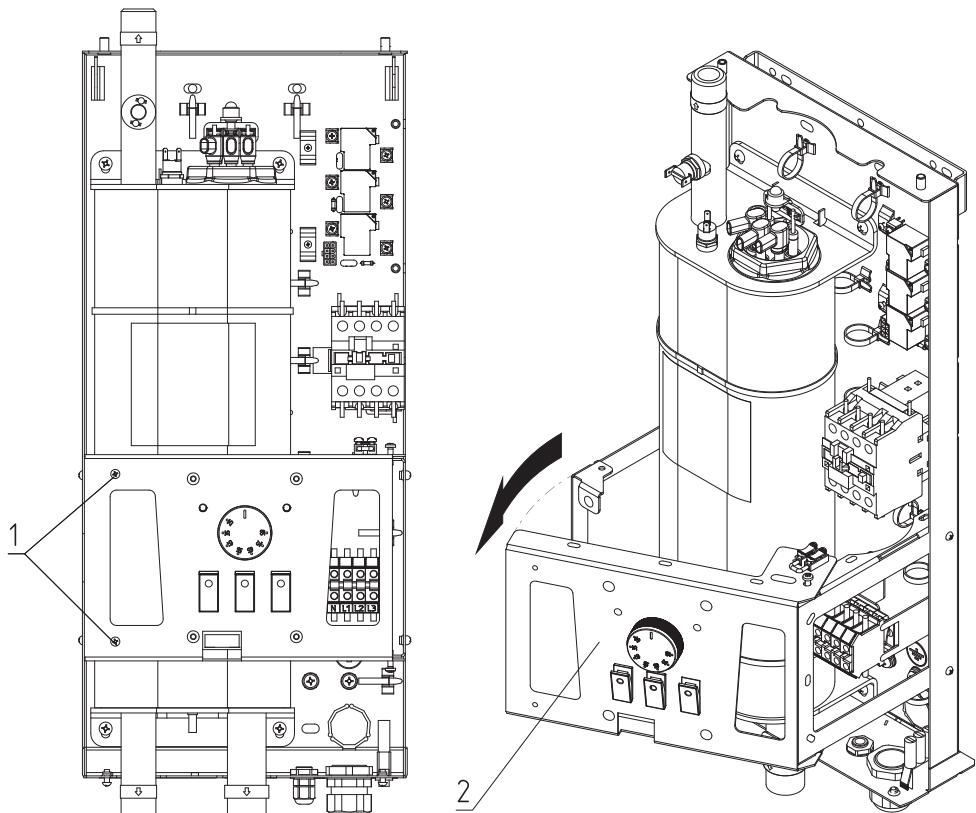

Рис. 7 Смещение кронштейна в сервисное положение
- 1 Шаг Выкрутить два винта крепления кронштейна (**Рис. 7, поз.1**);
- 2 Шаг Переместить кронштейн (**Рис. 7, поз.2**) в сервисное положение в соответствии с **Рис. 7**.
Внимание! Перемещайте кронштейн (**Рис. 7, поз.1**) без резких движений во избежание повреждения проводов и разъемов.